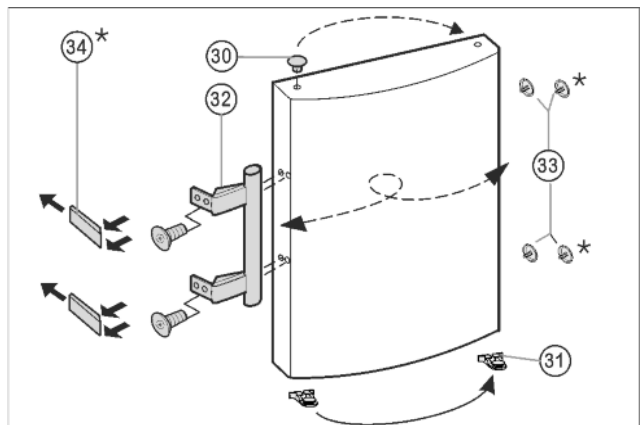

Fig. 9
- ▶ Enlever le bouchon *Fig. 9 (30)* du coussinet de la porte et le permuter de l'autre côté.
- ▶ Démonter la poignée de porte *Fig. 9 (32)*, les bouchons *Fig. 9 (33)* et les plaques d'appui\* *Fig. 9 (34)* et les permuter sur le côté opposé.